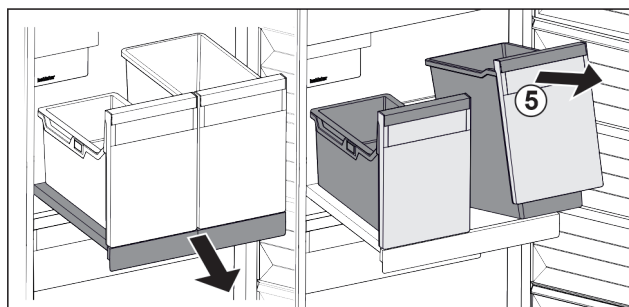

Fig. 191
- ▶ Ridicați recipientul Fig. 191 (5) din față.